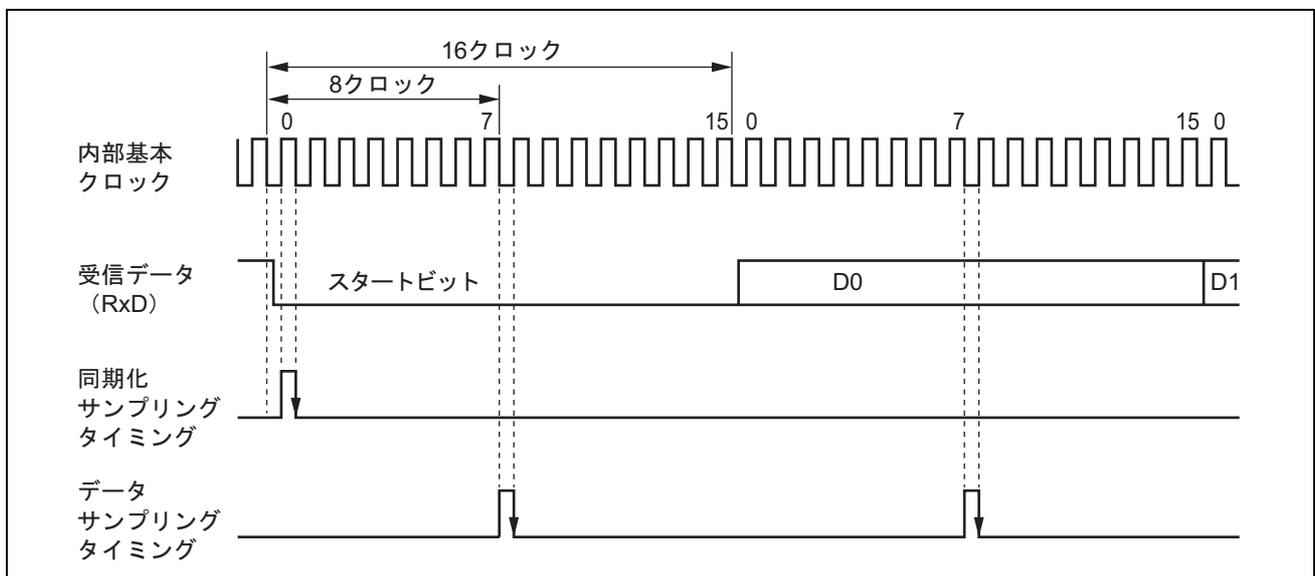

図 17.6 調歩同期式モードの受信データサンプリングタイミング
調歩同期式モードでは、SCI はビットレートの 16 倍*の周波数の基本クロックで動作します。受信時はスタートビットの立ち下がり基本クロックでサンプリングして内部を同期化します。また、図 17.6 に示すように受信データを基本クロックの 8 目*の立ち上がりエッジでサンプリングすることで、各ビットの中央でデータを取り込みます。したがって、調歩同期式モードでの受信マージンは式 (1) のように表わすことができます。